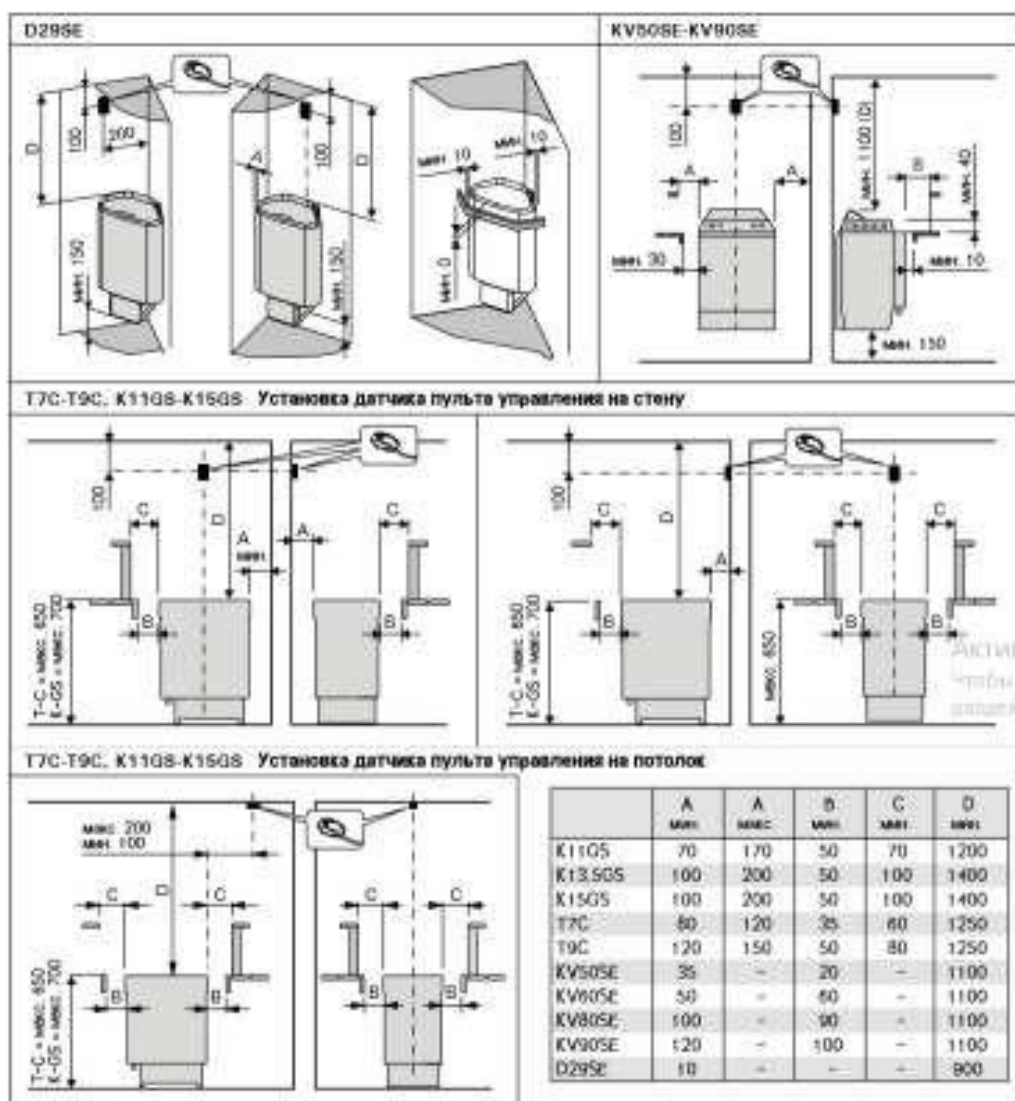

Рисунок 5. Установка креп. жной рамы (все размеры приведены в миллиметрах)
- При расположении каменки выполняются условия минимальных расстояний, изображенных на рис. 5 и указанных в таблице 2.
1. С помощью прилагаемых шурупов прикрепите к стене монтажную раму, соблюдая минимальные расстояния, указанные в таблице 2 и на рис. 5. Установка рамы изображена на рис. 6.
Каменка крепится к полу за две ножки, т.е. за две точки в ножках. Перед установкой необходимо принять во внимание минимальные расстояния до легковозгораемых материалов. См. табл. 2 и рис. 5.
При установке защитного ограждения вокруг каменки следует соблюдать расстояния, указанные на рис. 5 и таблице 2.